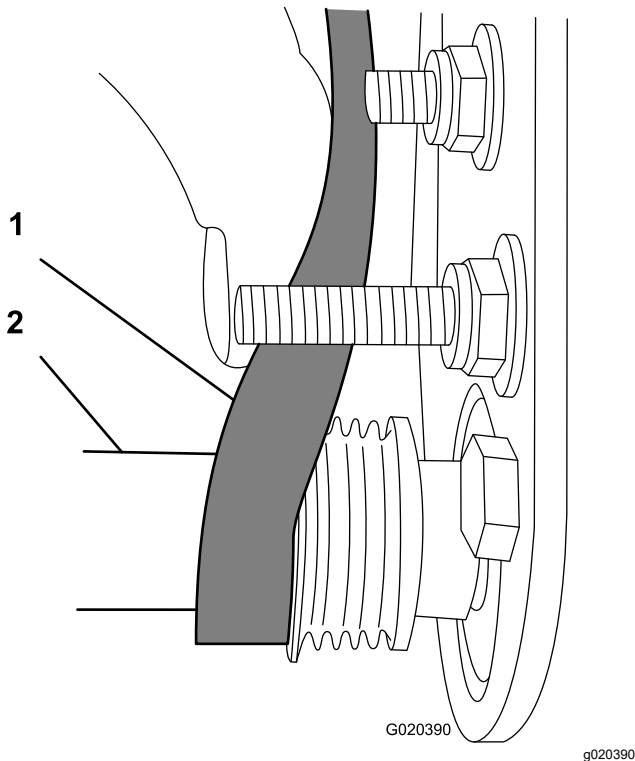

Bild 15
- Verlegen Sie den Riemen von der **Antriebsriemenscheibe** ausgehend (**Bild 15**).
- Drehen Sie die Bürste mit einem Sechskantschlüssel (9/16") und verlegen Sie den Riemen auf der Antriebsriemenscheibe (**Bild 15**).